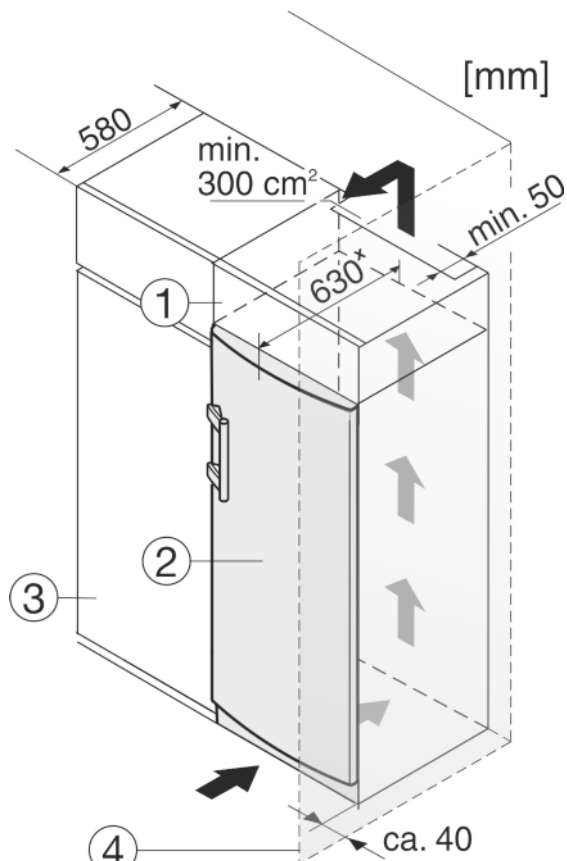

Fig. 12
Zariadenie môže byť zabudované medzi kuchynskými skriňami. Aby sa zariadenie *Fig. 12 (2)* prispôbilo výške kuchynskej linky, môže sa nad zariadením umiestniť nadstavná skrinka *Fig. 12 (1)*.
Pri vstavaní s kuchynskými skriňami (hĺbka max. 580 mm) je možné zariadenie inštalovať priamo vedľa kuchynskej skrine *Fig. 12 (3)*. Zariadenie vyčnieva nabok 34 mm * a v strede zariadenia 50 mm * oproti prednej časti kuchynskej skrine.
Ak je zariadenie umiestnené so zavesením vedľa steny *Fig. 12 (4)*, musí vzdialenosť medzi zariadením a stenou činiť minimálne 40 mm. To zodpovedá presahu držadla pri otvorených dverách.